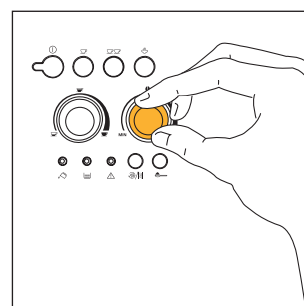
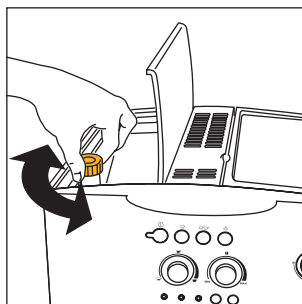

Рис. 7
Рис. 17
- 2) Поверните правую ручку, рис. 7, для установки необходимого количества молотого кофе. Чем больше вы поворачиваете ручку по часовой стрелке, тем большее количество зерен кофе будет помолото и тем крепче будет приготовленный кофе. При первом использовании необходимо путем проб приготовить несколько чашек кофе, чтобы определить правильное положение ручки. Будьте внимательны и не поворачивайте ручку по часовой стрелке слишком сильно, так есть вероятность получить слишком медленное вытекание готового кофе (каплями), особенно, если вы готовите две чашки кофе.
Примечание 1: Если кофе выходит каплями или не выливается весь, необходимо повернуть ручку регулировки помола, рис. 17 на один щелчок по часовой стрелке, см. пар.6. Поворачивайте ручку постепенно на один щелчок до получения удовлетворительной подачи кофе.
ПРИМЕЧАНИЕ 2: : если кофе выливается слишком быстро и пенка на кофе неудовлетворительная, поверните немного по часовой стрелке правую ручку, рис. 7. Путем проб приготовьте несколько чашек кофе, чтобы определить правильное положение ручки. Будьте внимательны и не поворачивайте ручку по часовой стрелке слишком сильно, так есть вероятность получить слишком медленное вытекание готового кофе (каплями), особенно, если вы готовите две чашки кофе. Если посл нескольких чашек кофе не удастся добиться удовлетворительной пенки, поверните так же ручку регулировки помола, рис. 17, против часовой стрелки на один щелчок (см. пар. 6).
ПРИМЕЧАНИЕ 8: со временем при износе кофемолки кофе будет вытекать слишком быстро и не будет иметь пенки, так как помол станет крупнее. Для решения этой проблемы необходимо отрегулировать степень помола кофеварки, повернув ручку регулировки степени помола, рис. 17, против часовой стрелки на один щелчок (как описано в гл. 6).
Кофемолка не должна подвергаться регулировке (по крайней мере вначале), так как уже отрегулирована на заводе для обеспечения правильной подачи кофе. Тем не менее, если после первых чашек кофе выливание кофе будет слишком быстрым или медленным (каплями), необходимо произвести коррекцию при помощи ручки степени помола кофе, рис. 17. После поворота ручки по часовой стрелке на один щелчок (равный одной цифре), кофе выливается из кофеварки быстрее (не капая).